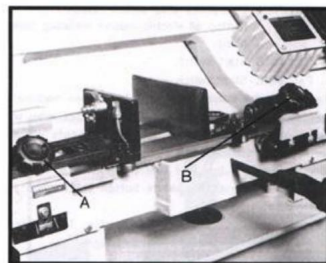

Fig. 8
2. Odkręć pokrętko (A. Rys. 8) i śrubę (B).